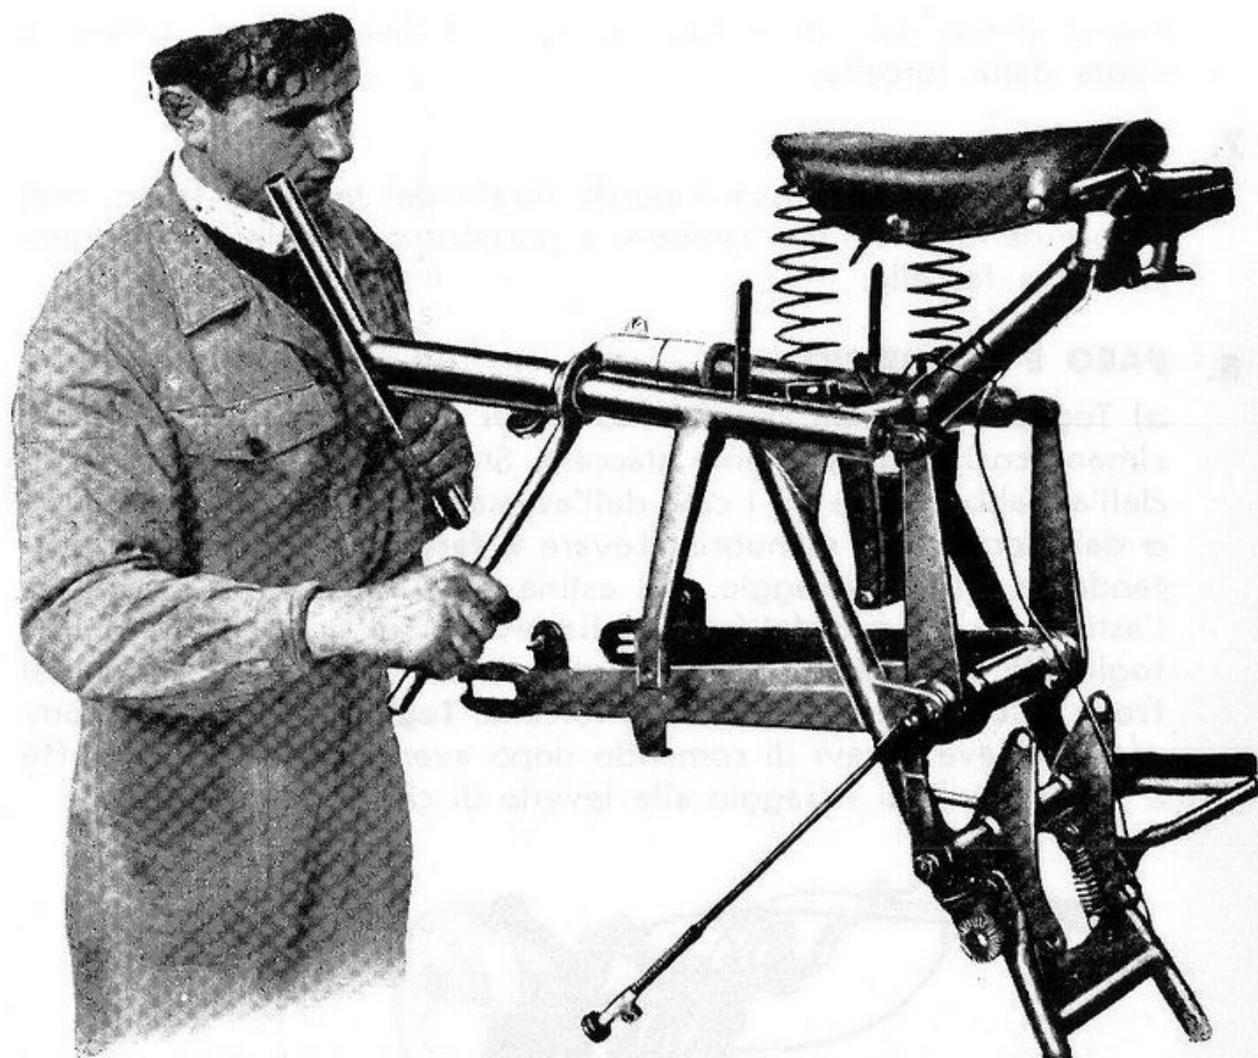

Fig. 7 - Smontaggio dei cappellotti chiusura tubi portamolle
**a)** Con la chiave N. 4725 si allentano le ghiera sui tubi portamolle onde poter togliere i cappellotti di chiusura dei tubi portamolle stessi mediante chiave speciale a tubo **A** (vedi fig. 7); **b)** togliere le contromolle e svitare con le chiavi a tubo **B** i dadi ed i fondelli di registro sul tirante sfilando quindi le molle principali della sospensione; **c)** levare coppiglie e rondelle ai perni di attacco dei tiranti della forcella, indi, svitato dado e controdado sul perno di oscillazione di questa si può togliere sfilandolo, il perno sopraccitato; **d)** sfilare i tiranti delle molle e le guarnizioni di cuoio che si trovano in fondo ai tubi portamolle.